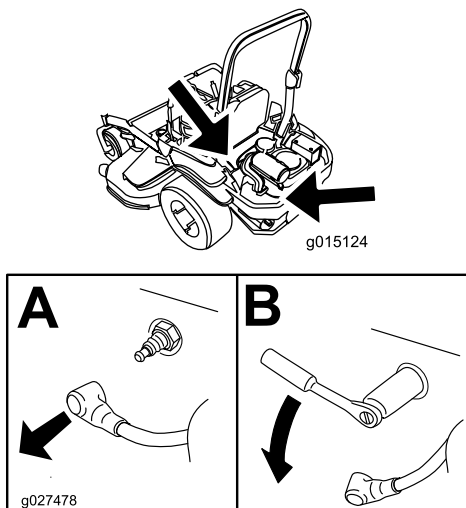

Figure 43
3. Localisez et déposez les bougies (Figure 43).